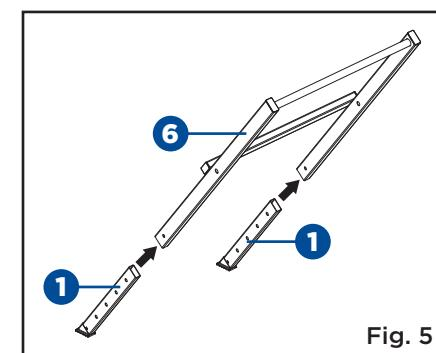

Fig. 5
- Insérez l'assemblage inférieur du socle (1) dans l'assemblage extérieur du socle (6). (Fig. 5)